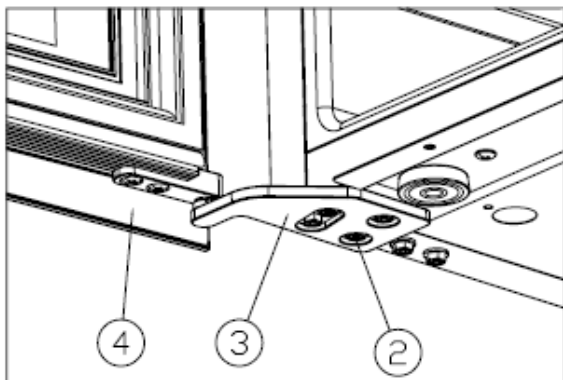

Figure 5
Installare la cerniera in alto a destra (3) e serrare le viti M5*16 (2). [Figure 5]